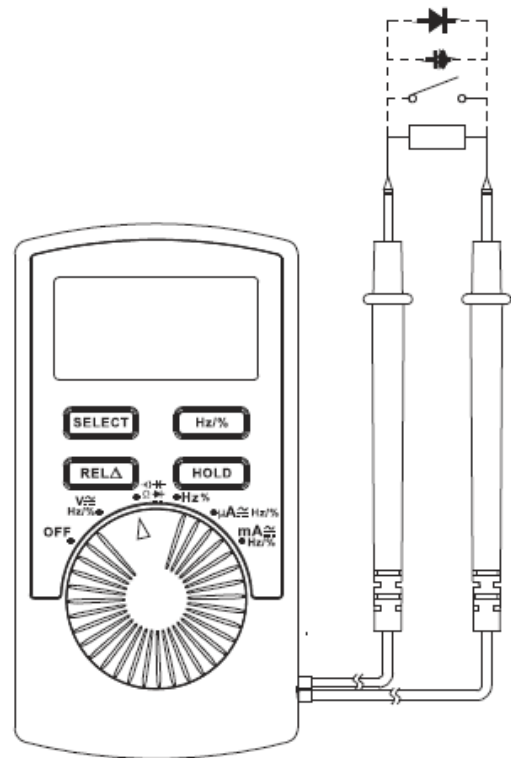

Рисунок 5
**5.5. Проверка диодов и прозвонка электрических цепей** (см. рисунок 5)